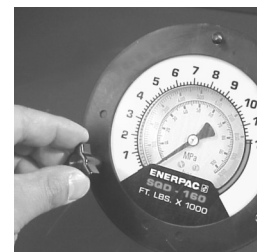

Figure 9
1. Enlever les trois onglets noirs qui retiennent en place la collerette avant le manomètre (voir figure 9).
4. Tout en tenant le recouvrement derrière la collerette (voir figure 10), insérer la collerette dans les goujons de la poignée, repositionner le recouvrement au besoin et serrer manuellement les poignées (voir figure 9).